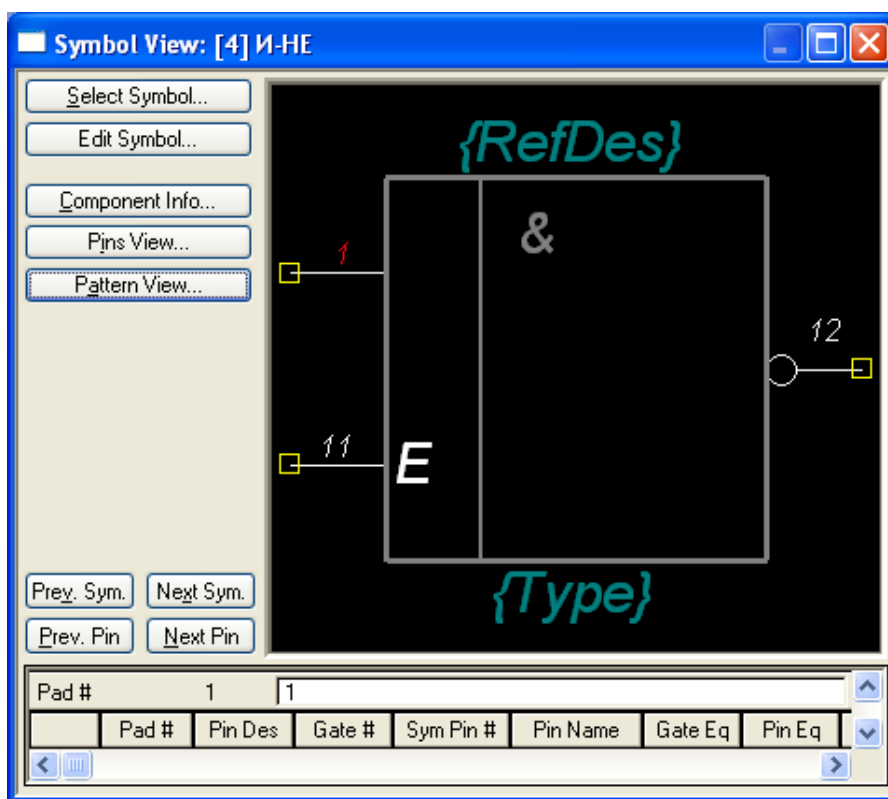

Рисунок 3.3 – Окно *Symbol View* редактирования символа компонента
- Для выбора, просмотра и возможного редактирования символа компонента надо щелкнуть по кнопке *Symbol View* в окне *Pins View*. Откроется диалоговое окно *Symbol View* (рис. 3.3).